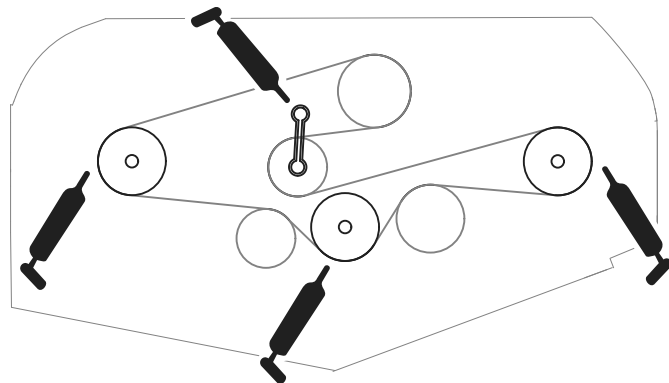

Figure 16
- Paliers d'axes de pivot (3 situés sous la poulie) (Figure 16)
- Roulements d'axe de bras de poulie de tension (Figure 16)